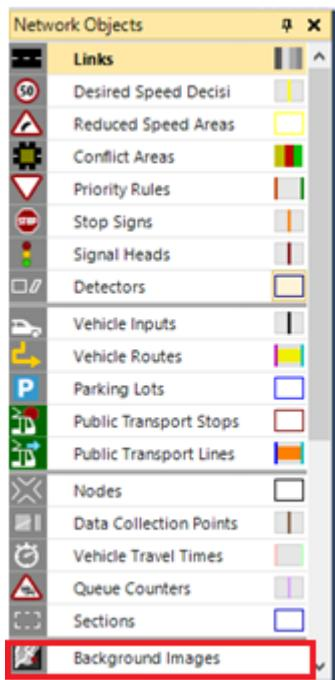

Figura 03
5. Selecione a opção **Background Image** no menu **Network Objects** (Figura 03).